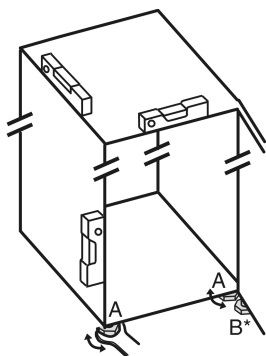

Fig. 4
- Seřizovací nožky Fig. 4 (A) vyšroubujte pomocí přiloženého vidlicového klíče a pomocí vodováhy, dokud nebude spotřebič pevně vyrovnaný.
- Seřizovací nožku Fig. 4 (B) na stojanu ložiska vytáchejte pomocí přiloženého vidlicového klíče, až dosedne na zem.
- Seřizovací nožku Fig. 4 (B) otáčejte dál o 90°.